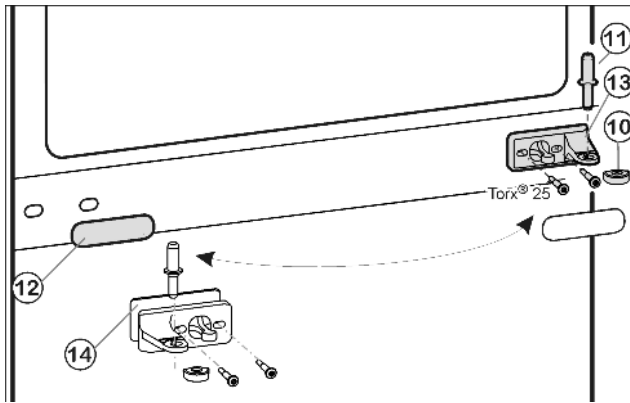
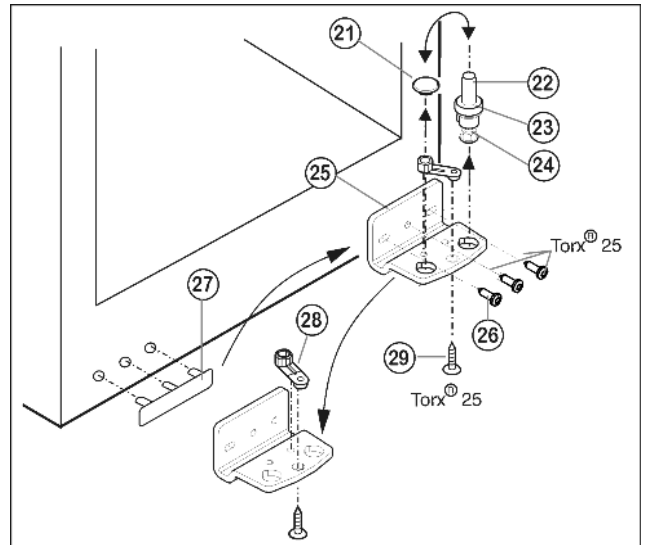

Fig. 9
Fig. 10
- Vedä keskimäinen laakeritappi *Fig. 9 (11)* pois laakerinkannattimesta ja alemmasta ovesta.
- Vedä muovipäällys *Fig. 9 (10)* irti.
- Ruuvaa keskimäinen laakerinkannatin *Fig. 9 (13)* irti (2 kertaa Torx® 25).
- Vedä suojuuskansi *Fig. 9 (12)* varovasti irti.
- Ruuvaa keskimäinen laakerinkannatin *Fig. 9 (13)* alustoi-neen *Fig. 9 (14)* 180° käännettynä uudelle saranapuolelle **kiinni** (4 Nm).
- Lukitsesuojuskansi *Fig. 9 (12)* 180° käännettynä uudelle kahvan puolelle.
- Vedä koko laakeritappi *Fig. 10 (22)* levyineen *Fig. 10 (23)* ja tukijalkoi-neen *Fig. 10 (24)* irti ylöspäin vetäen.
- Kohota tulppa *Fig. 10 (21)* pois.
- Laakerinkannatin *Fig. 10 (25)* ruuvataan irti *Fig. 10 (26)*.
- Saranaosa *Fig. 10 (28)* ruuvataan irti *Fig. 10 (29)* ja ase-taan vastakkaisella puolella laakerinkannattimen reikään sekä ruuvataan taas kiinni.
- Nosta kahvanpuoleinen kansi *Fig. 10 (27)* varovasti irti ja vaihda se toiselle puolelle.
- Ruuvaa uudella saranapuolella oleva laakerinkannatin *Fig. 10 (25)* **kiinni** (4 Nm) tarvittaessa akkuruuvinväännintä apuna käyttäen.
- Aseta tulppa *Fig. 10 (21)* taas toiseen reikään.
- Asenna koko laakeritappi *Fig. 10 (22)* levyineen ja tukijal-koineen taas paikalleen. Katso tällöin, että lukitusnokka osoittaa taaksepäin.
- ▶ Aseta alempi ovi ylhäältä käsin alempaan laakeritappiin *Fig. 10 (22)*.
- ▶ Aseta muovipäälylys *Fig. 9 (10)* jälleen keskimmäisen laakerinkannattimen *Fig. 9 (13)* päälle.
- ▶ Pistä keskimäinen laakeritappi *Fig. 9 (11)* uudella saranapuolella keskimmäisen laakerinkannattimen *Fig. 9 (13)* läpi alempaan oveen.
- ▶ Aseta ylempi ovi keskimmäiseen laakeritappiin *Fig. 9 (11)*.
- ▶ Säädä ovien asento tarvittaessa alimman laakerinkannattimen *Fig. 10 (25)* ja keskimmäisen laakerinkannattimen *Fig. 9 (13)* pitkittäisreijistä laitteen seinän kanssa samansuuntaiseksi. Tätä varten ruuvataan alimman laakerinkannattimen *Fig. 10 (25)* keskimäinen ruuvi irti.